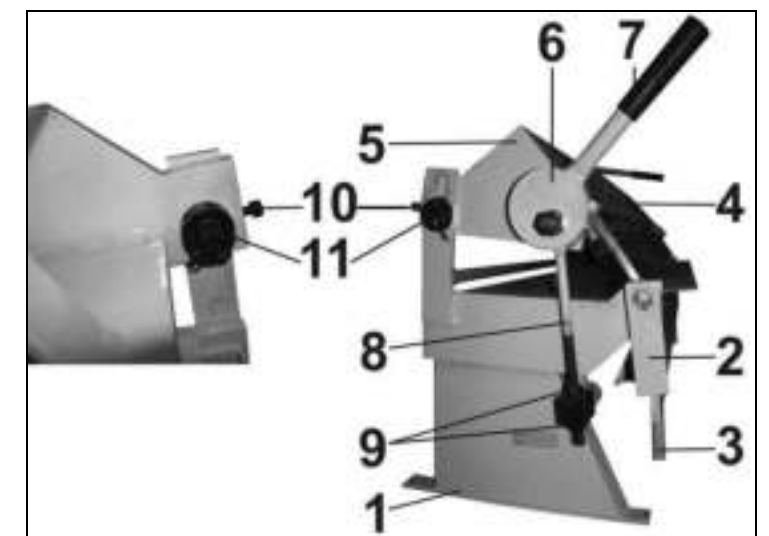

Рис. 3
8. ПОДГОТОВКА К РАБОТЕ И РЕГУЛИРОВКА (Рис. 3)
- 8.2.3. Зафиксируйте эти регулировки стопорными винтами (10) с обеих сторон станка.
9. ПОРЯДОК РАБОТЫ (Рис. 3)